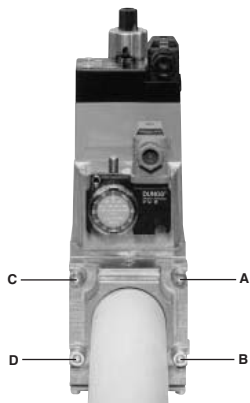
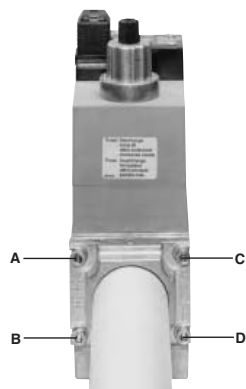

Рис. 9
Рис. 10
1. Расслабить винты А и В, но **не снимать** их (Рис. 9 и Рис. 10)
2. Отвинтить винты С и D (Рис. 9 и Рис. 10)